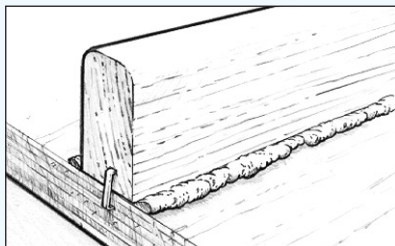

Figura 11 Dispositivos de sujeción colocados antes de gelificarse el epoxi.
3. Sujete los componentes. Use mordazas o abrazaderas, según sea necesario, para sujetar los componentes en su lugar. Utilice solamente la presión suficiente para que rezume una pequeña cantidad de la mezcla espesada de la unión, lo cual indica que el epoxi hace buen contacto con ambas superficies a unir (*Figura 11*). No haga que se expulse toda la mezcla espesada de la unión por aplicar demasiada presión.